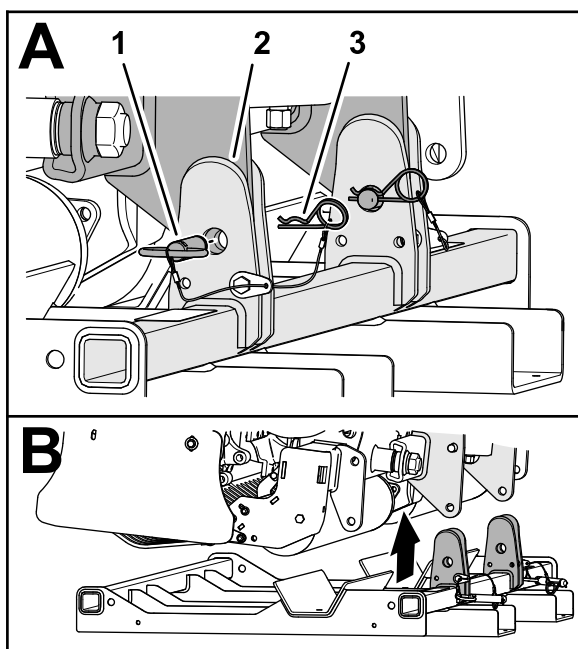

Figure 21
2. Retirez les 2 goupilles fendues qui fixent les 2 goupilles du support de rangement sur le support (Figure 21).
3. Retirez les goupilles du support de rangement (Figure 21).